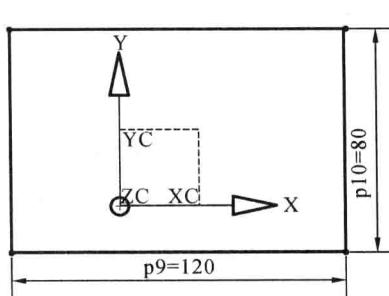
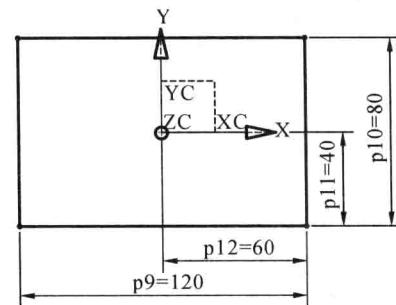

图 1-6 矩形尺寸约束
图 1-7 矩形完全约束
(4) 单击“草图”工具栏中的“自动判断的尺寸”按钮，先选择矩形的长边进行标注，再选择矩形的宽边进行标注，矩形尺寸约束如图 1-6 所示。分别选择矩形长边和 X 轴进行矩形竖直方向的尺寸标注以约束矩形竖直方向的位置，用同样的步骤选择矩形宽边和 Y 轴进行矩形水平方向的位置约束，矩形完全约束如图 1-7 所示。此时矩形线框的颜色变为第(2)步所设置的完全约束的曲线颜色。